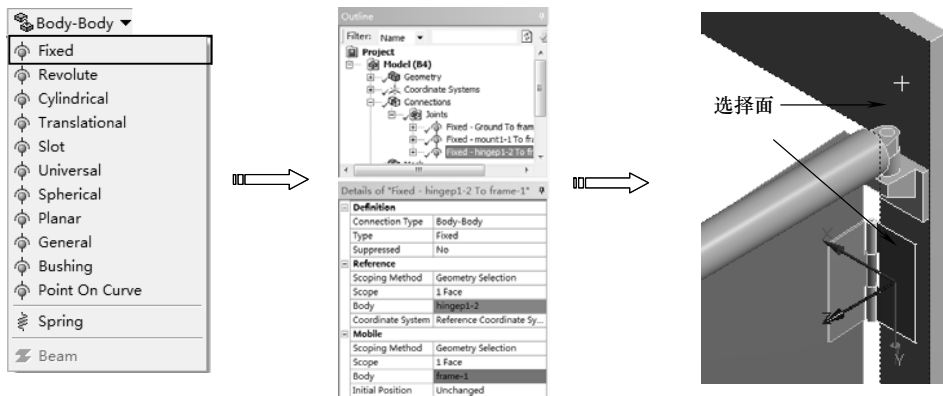

图 10-82 刚体固定
5) 单击【Connections】工具栏上的【Body-Body】|【Fixed】命令，分析树中增加【Fix-No Selection To No Selection】节点。分别选择如图 10-82 所示的表面，单击详细设置窗口中的【Reference】和【Mobile】列表中【Body】下的【Apply】按钮完成。